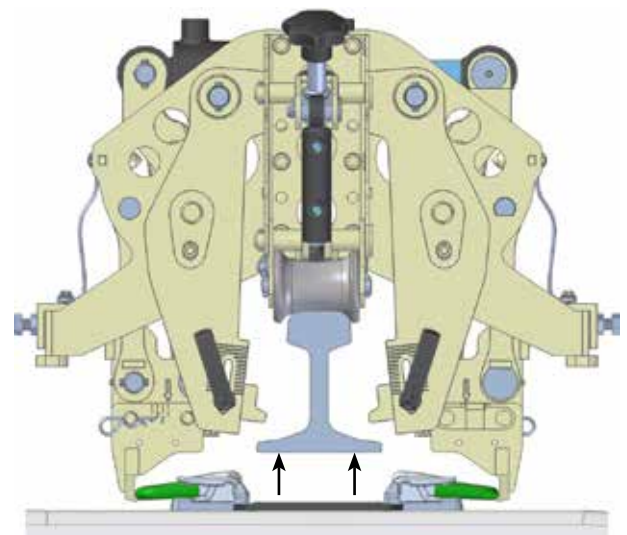

Fig 87.
1. Ouvrez les deux vis de blocage de rotation sur le chariot coulissant, figure 87.